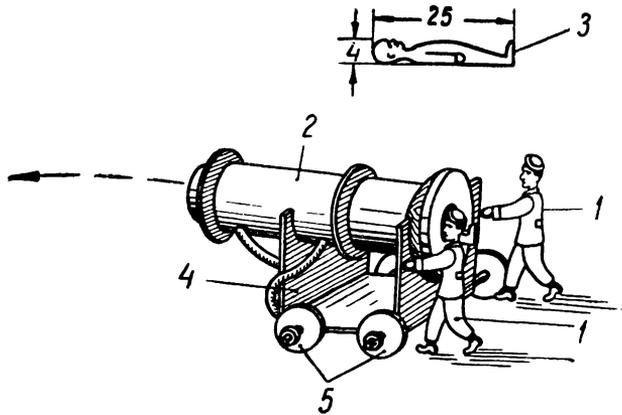

Рис. 146. Соленоидная пушка:
На рис. 146 вы видите двух униформистов (1), выкатывающих на арену цирка пушку (2).
Теперь подклейте к лафету фигурки униформистов и соберите ствол пушки: впереди соленоид, а за ним отрезок от катушки, как это показано на рис. 146.